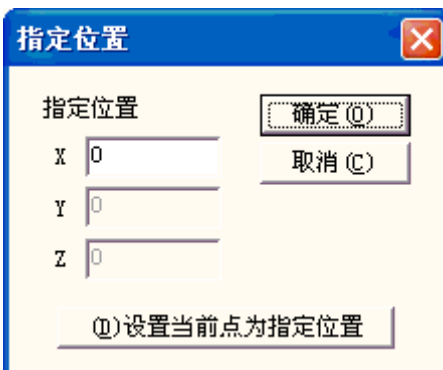

图 8-36
**指定位置：**点击“指定位置”按钮后，弹出指定位置对话框，图 8-36 在对话框中设定指定位置